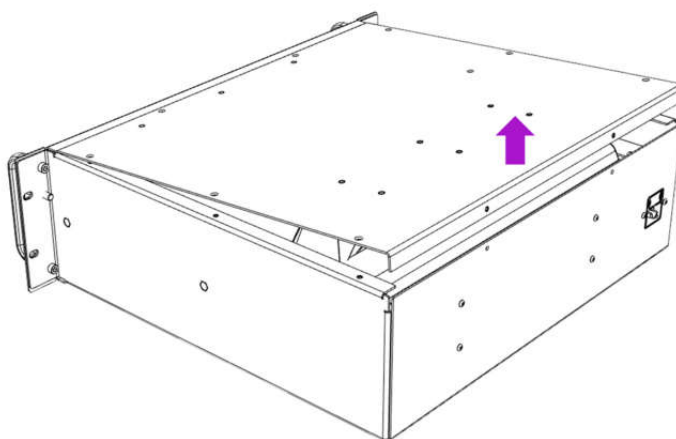

Abb. 11
4. Oberen Gehäusedeckel am hinteren Ende anheben (Abb.11)